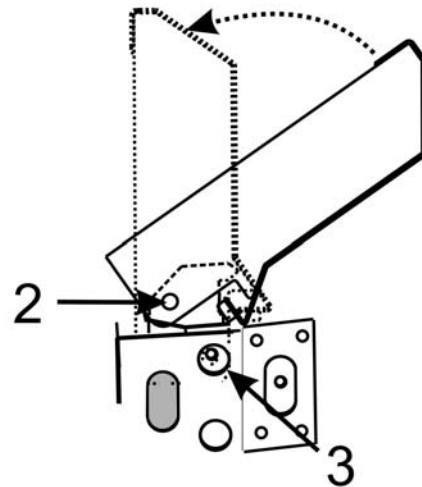

Figure 4 : Mise en place du dossier bas 2
- Faites pivoter le dossier bas pour le mettre en position verticale tout en alignant le trou 2 dans le dossier bas avec le trou 3 des deux côtés de la cuisinière (voir Figure 4).